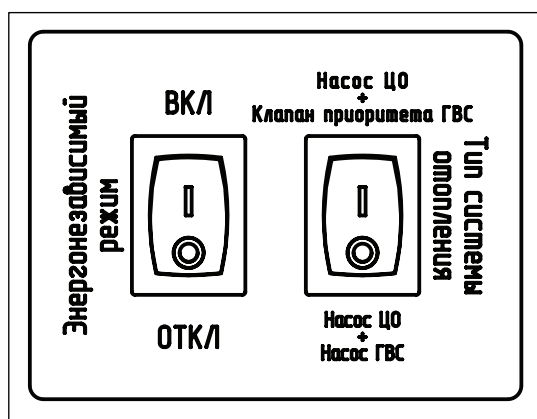

Рис. 20 Кнопки блока управления
1. Для запуска котла на контроллере Astragas в первую очередь нужно выбрать используемый тип системы отопления «Насос ЦО + клапан приоритета ГВС» или «Насос ЦО + Насос ГВС». Настройка осуществляется кнопкой «Тип системы отопления» (см. **Рис. 20**). Для доступа к кнопке откройте крышку блока управления. Во всех режимах ГВС находится в приоритете над нагревом отопления.
2. Далее выбирается режим работы: энергозависимый или энергонезависимый (см. **Рис. 20**).